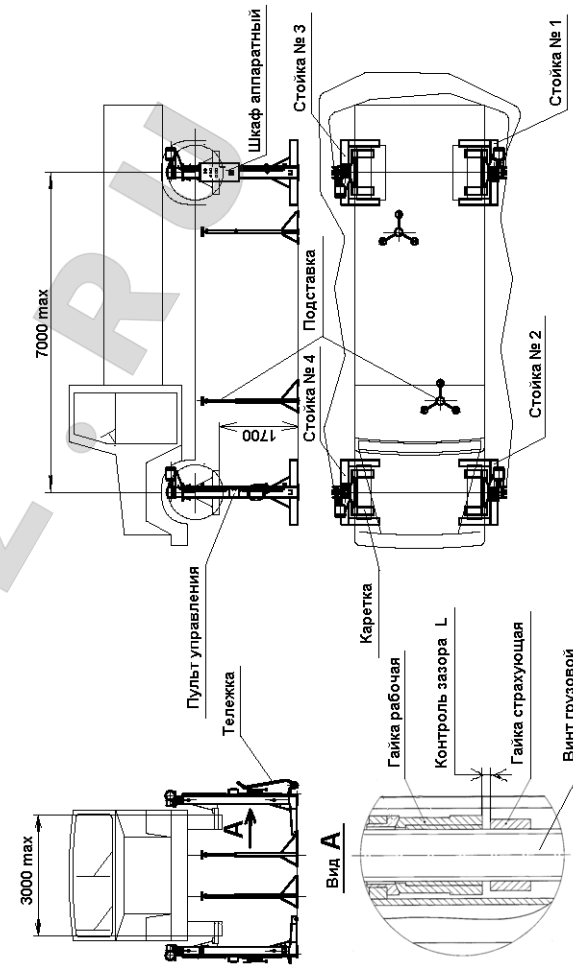
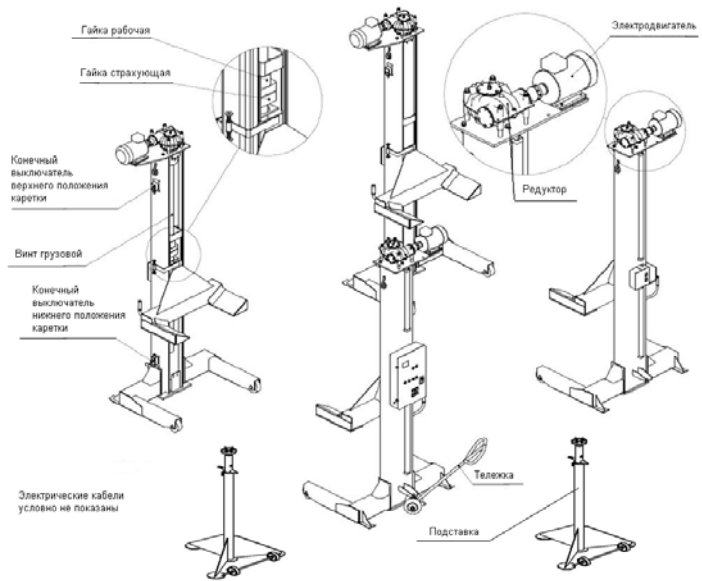

Рис. 1. Подъемник передвижной
Рис. 2. Составные части подъемника передвижного ПП – 30М
4.1. Подъемник состоит из четырех стоек (см. Рис.1 и Рис.2), каждая из которых имеет электромеханический привод, каретку, грузовой винт, рабочую и страховую гайки, конечные выключатели верхнего и нижнего положения кареток. На первой стойке установлен шкаф аппаратный, имеющий корпус с панелью электрооборудования, автоматический выключатель, лампочку «Сеть», «Авария», кнопки «Вверх» и «Вниз» для управления первой стойкой и кнопки «Вверх» и «Вниз» для управления всеми стойками одновременно. На остальных стойках установлены посты управления с кнопками «Вверх» и «Вниз» для управления данной стойкой.